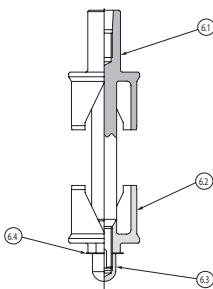
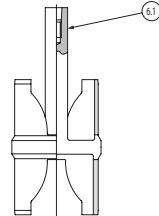

Fig. 3 - Obturador 85-30
Fig. 4 - Obturador 85-40
- Desrosqueie a sede superior (5) do corpo (1) utilizando uma ferramenta adequada. Remova o obturador (6.1) e desrosqueie a sede inferior (4) do corpo (1).
- Se necessário separar a haste (6) do assentamento superior (6.1, fig. 3) ou do obturador (6.1, fig. 5), retire o pino trava (34) e desrosqueie a haste (16). Este passo só deve ser seguido quando se deseja substituir a haste (16). Quando for necessário substituir o assentamento superior (6.1, fig. 4) ou o obturador (6.1, fig. 4) utiliza também uma haste nova.
5.3.2. No caso de substituição da haste, rosqueie a nova haste (16) no assento superior (6.1, fig.3) ou obturador (6.1, fig. 5) e instale um novo pino (34).
Tipo 85-30 (fig. 3)